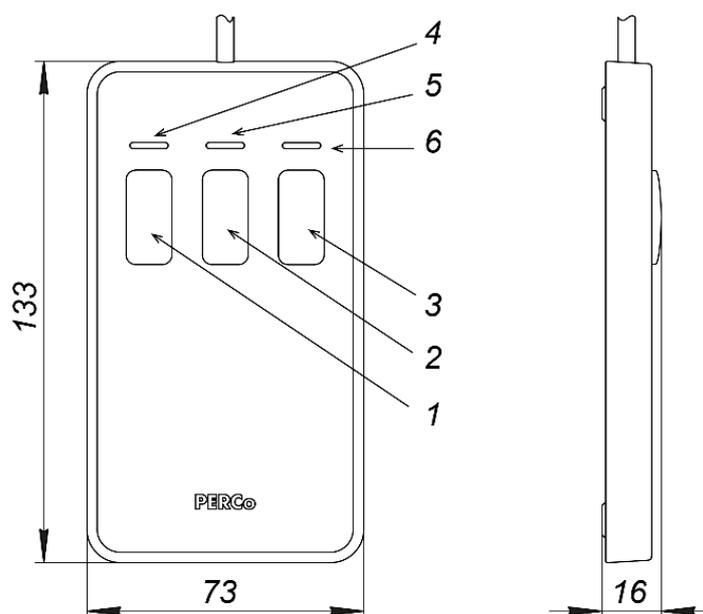

Рисунок 5. Общий вид и габаритные размеры ПДУ
ПДУ (9) выполнен в виде небольшого настольного прибора в корпусе из ударопрочного АБС-пластика и предназначен для подачи команд управления оператором при ручном управлении ЭП и индикации текущего состояния направлений прохода ЭП. Внешний вид и габаритные размеры ПДУ показаны на рис. 5.